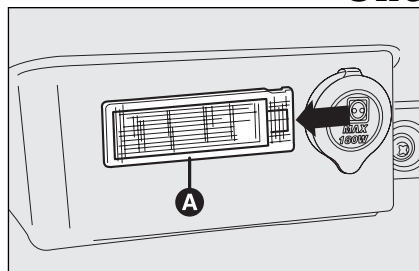

fig. 52
- ☐ saque la lámpara **A-fig. 52** haciendo palanca en el punto indicado por la flecha.
- ☐ vuelva a montar la lámpara de techo **A-fig. 52** introduciéndola correctamente primero por un lado y luego presionando por el otro hasta oír el "clic" de bloqueo.